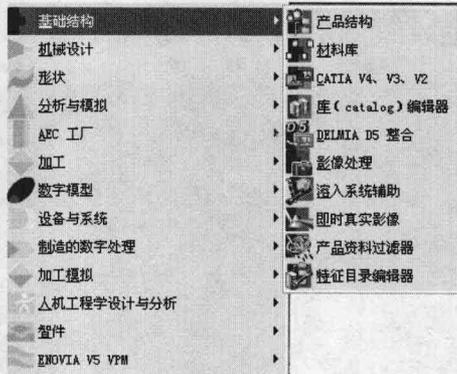

图 1.8 “基础结构”子菜单
- “基础结构”模块，如图 1.8 所示，该模块用于管理 CATIA 的整体架构，包括“产品结构”、“材料库”和“库 (catalog) 编辑器”等。